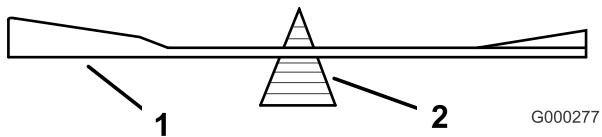
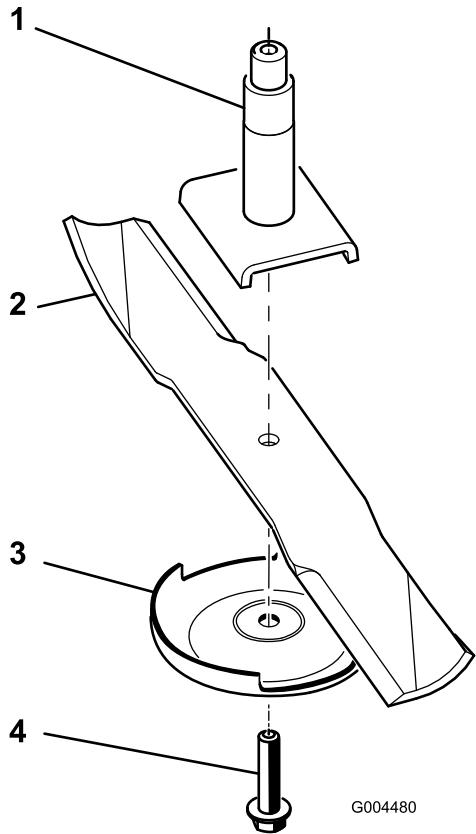

Figura 68
Figura 69
2. Retire del eje de la cuchilla el perno de la cuchilla, el protector de césped y la cuchilla (Figura 69).
2. Verifique el equilibrio de la cuchilla colocándola sobre un equilibrador de cuchillas (Figura 68). Si la cuchilla se mantiene horizontal, está equilibrada y puede utilizarse. Si la cuchilla no está equilibrada, rebaje algo el metal en la parte de la vela solamente (Figura 69). Repita este procedimiento hasta que la cuchilla esté equilibrada.
- Instale la cuchilla en el eje (Figura 69).
- Instale la placa protectora de césped y el perno de la cuchilla (Figura 69).